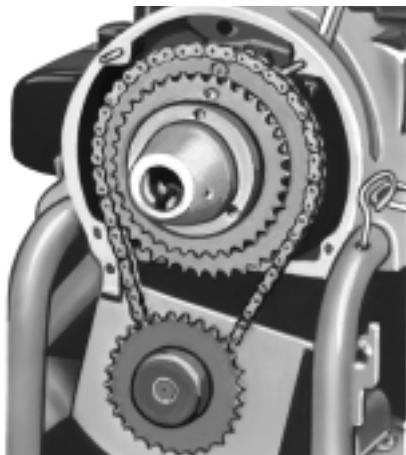

Figura 2 – Cadena del accionamiento autopropulsado en el piñón grande
3. Para regular la máquina a su velocidad lenta, mueva la cadena del accionamiento (Figura 2) al piñón grande.